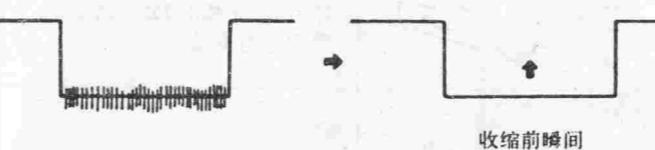

图13
④检测振荡频率是否为 $70 \pm 7 \text{ kHz}$ , 如图13所
达至同步, 如图13所示。